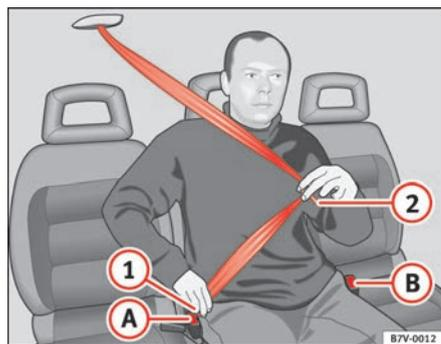

Fig. 11 Allacciamento della cintura di sicurezza del sedile centrale della seconda fila
- Tirare verso il basso il nastro tenendolo per la linguetta ⇒ fig. 11 (1).
- Inserire la linguetta (1) della cintura nel blocchetto di aggancio (A) del relativo sedile fino a percepire lo scatto d'innesto.
- Far passare il nastro con la linguetta (2) sopra l'addome.
- Inserire la linguetta (2) nel blocchetto di aggancio (B) del relativo sedile fino a percepire lo scatto d'innesto.